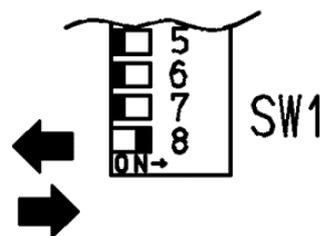

Fig. 6
11. Spostare l'interruttore nr.8 della bancata SW1 in posizione 'OFF' e poi di nuovo in posizione 'ON' (Fig. 6).